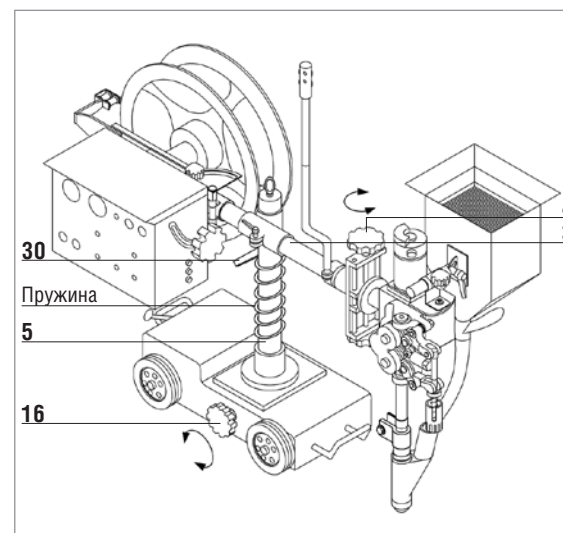

Рисунок 5
Вертикальная колонна может быть перемещена вверх или вниз на 70 мм вращением ручной рукоятки регулировки (16). (см. Рисунок 5)
Горизонтальная штанга может быть перемещена вверх или вниз на 70 мм нажимной рукояткой регулировки положения горизонтальной штанги (30). (см. Рисунок 5)
Сварочная головка может быть перемещена вверх или вниз на 100 мм вращением колеса регулировки (8). (см. Рисунок 5)
Сварочная головка может быть перемещена поперёк на 100 мм вместе с горизонтальной штангой ослаблением нажимной рукоятки (4). (см. Рисунок 5)